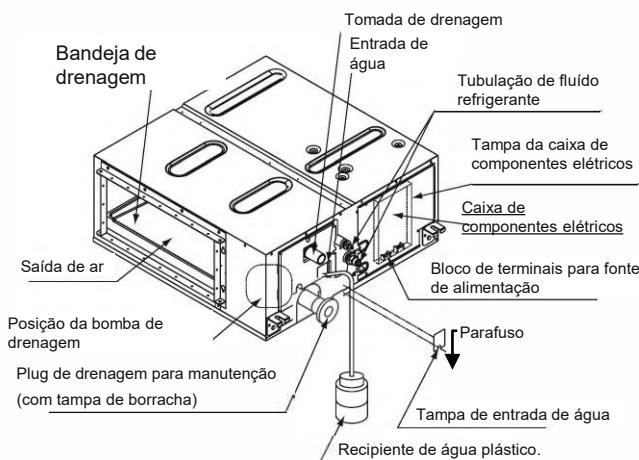

Fig. 15.
- Despeje gradualmente 1 litro de água pelo orifício de inspeção na parte inferior da tomada de drenagem no lado esquerdo da bandeja de drenagem, tendo cuidado para evitar respingos de água nos componentes elétricos, como a bomba de drenagem, e confirme o escoamento operando a unidade interna no modo de resfriamento de acordo com a seção **10. CONFIGURAÇÃO DE CAMPO (Consulte a Fig.15)**
- Despeje gradualmente 1 litro de água pela saída de ar no lado esquerdo da tomada de drenagem na bandeja de drenagem, tendo cuidado para evitar respingos de água nos componentes elétricos, como a bomba de drenagem. (**Consulte a Fig.15**)
- Após a conclusão da verificação de escoamento, consulte a seguinte ilustração e utilize material de isolamento fornecido (5) e isole termicamente a braçadeira de metal (1) e a mangueira de drenagem (2).